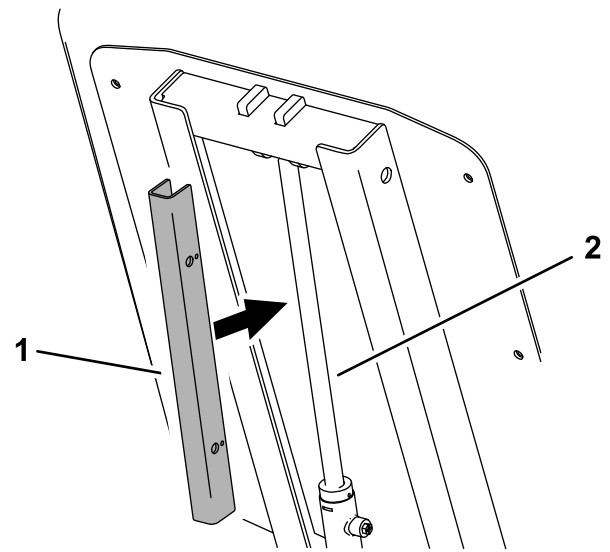

Figure 16
3. Glissez le dispositif de blocage sur la tige du vérin de levage et fixez-le en position à l'aide de la goupille à emmanchement (Figure 16).